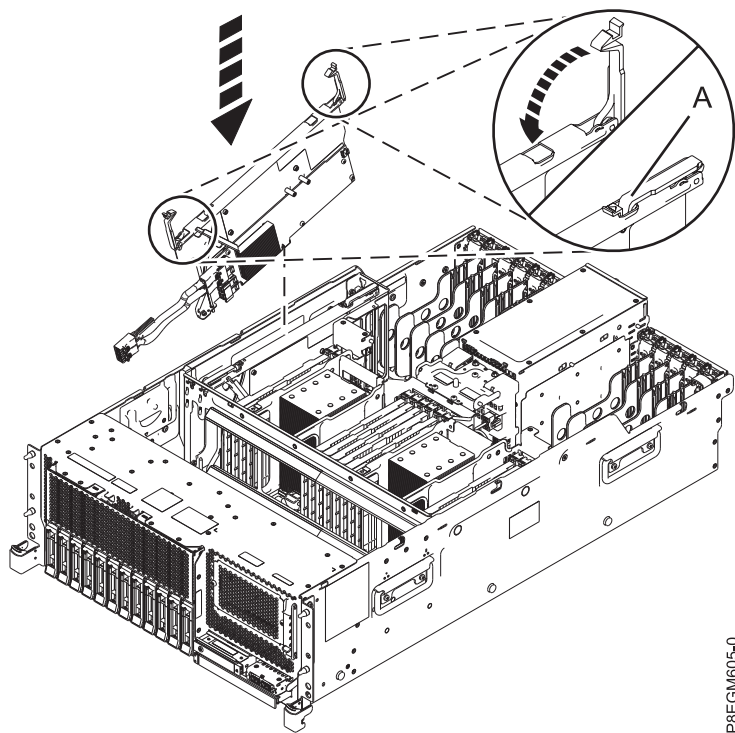

図 4. SAS RAID 内部アダプターのスロット P1-C14 への取り付け
9. SAS RAID 内部アダプターを完全に設置して、このアダプターの取り付けを完了します。アダプターが配置ピンに取り付けられていることを確認します。青いハンドル (A) を、図に示す方向に押しします。 6 ページの図 4 を参照してください。